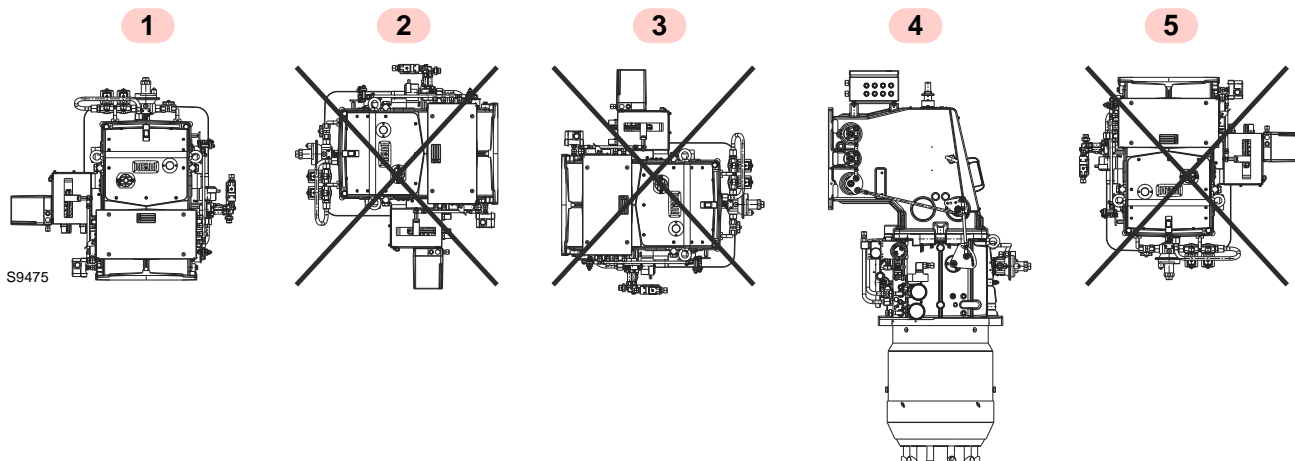

Fig. 11
- Il bruciatore è predisposto esclusivamente per il funzionamento nelle posizioni **1** e **4** (Fig. 11).